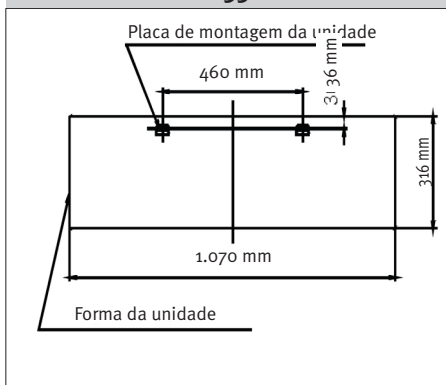

Figura 4.1
- 5 Siga as medidas da figura 4.1 e marque o orifício.